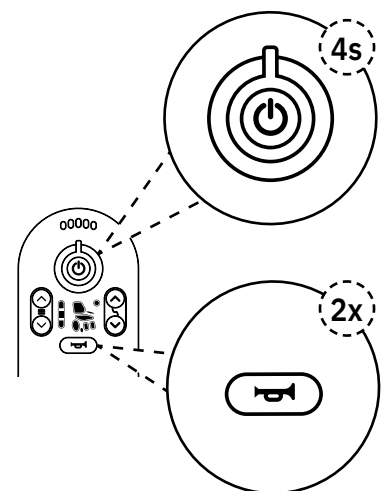

Figure 5.9. Verrouillage des boutons sur LiNX REM211.
2. Pour désactiver le verrouillage des boutons, appuyer sur l'interrupteur principal jusqu'à ce que les LED verte, jaune et rouge clignotent. Appuyer ensuite sur le bouton de l'avertisseur sonore deux fois dans les 10 secondes (voir figure 5.9). Le boîtier de commande s'allume.